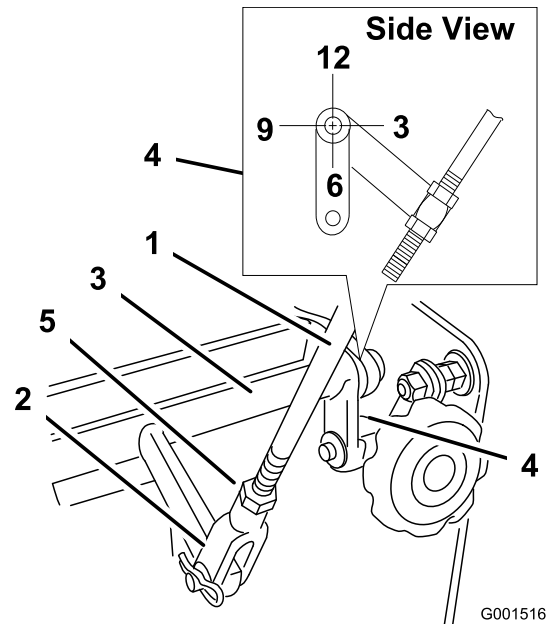

Figura 30
4. Controllate l'orientamento delle linguette sulle estremità dell'asse di comando della velocità. Queste linguette dovrebbero puntare direttamente verso il basso circa in posizione ore 6 (Figura 30).
5. Regolate la forcella filettata nella parte inferiore della tiranteria di comando della velocità finché le linguette non si trovano in posizione ore 6 (Figura 30).